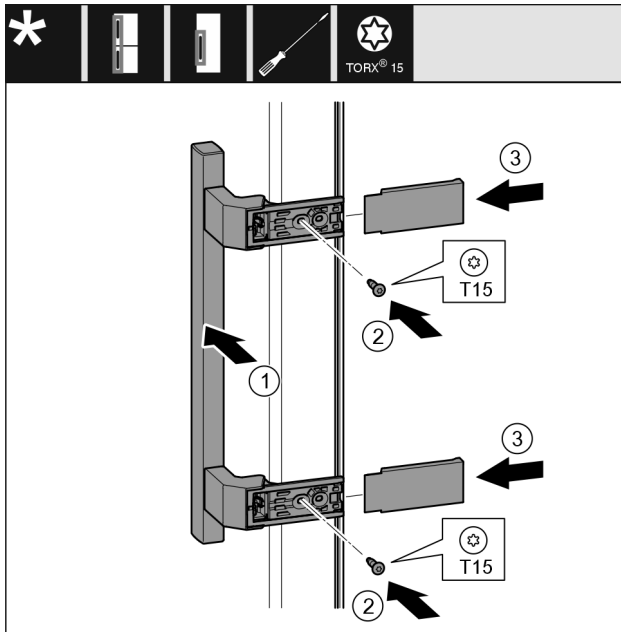

Fig. 22
- ▶ Uždėkite rankeną Fig. 22 (1) priešingoje pusėje.
- ▶ Tvirtai prisukite varžtus Fig. 22 (2) atsuktuvu.
- ▶ Uždėkite dengiamąsias plokšteles Fig. 22 (3) šone ir jas užmaukite.